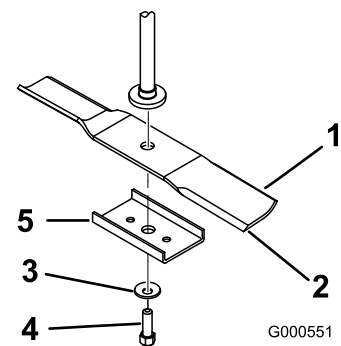

Bild 57
2. Nehmen Sie die Messerschraube, Wellenscheibe, die Messerverstärkung und das Messer von der Spindelwelle ab (Bild 57).
1. Setzen Sie das Messer auf die Spindelwelle (Bild 57).
2. Montieren Sie die Messerverstärkung, die Wellenscheibe (Schalenseite zum Messer) und die Messerschraube (Bild 57).